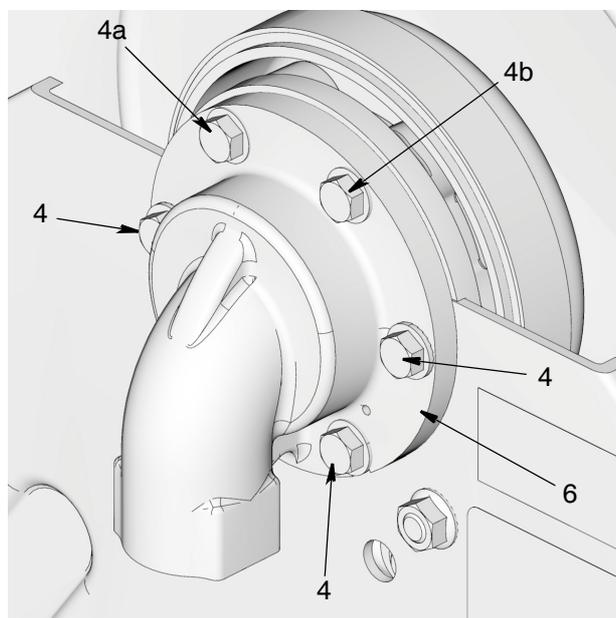

FIG. 3
Per le fasi seguenti, fare riferimento a FIG. 3.
3. Rimuovere i bulloni (4).
4. Rimuovere e ruotare l'elemento girevole (6) fino alla posizione desiderata.
5. Installare dapprima i 2 bulloni superiori (4a e 4b) come mostrato nella FIG. 3. Stringere i bulloni quanto basta per mantenere il tutto in posizione.
6. Successivamente, installare i bulloni rimanenti (4). Stringere a mano, quindi serrare tutti i bulloni a 33,9-47,45 N•m (25-35 piedi-lb).